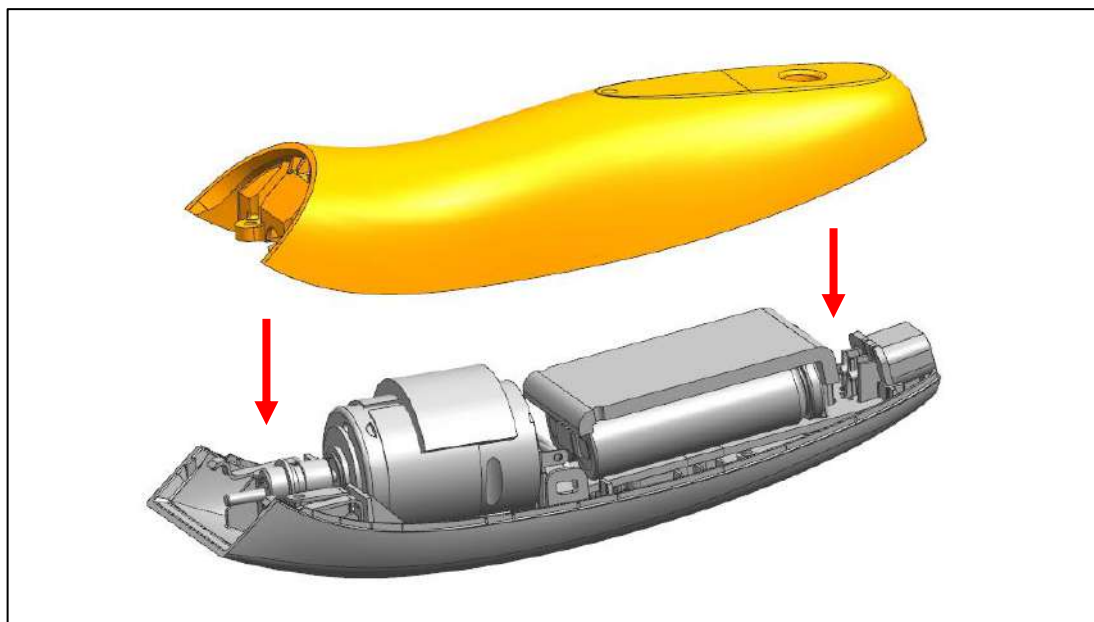

Abb. 24
- a) Stecken Sie das Gehäuseunterteil auf die bestehende Baugruppe, bis es merklich einrastet (Abb. 24).